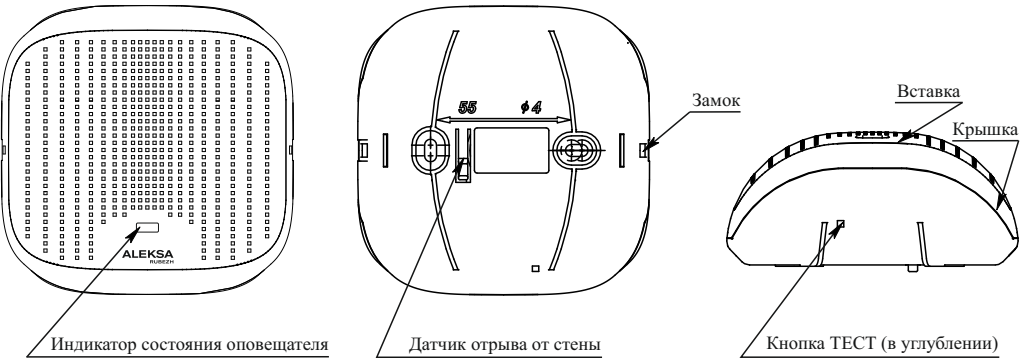

Рисунок 3 – Внешний вид оповещателя
- 5.7 Для информации о состоянии оповещателя предусмотрен оптический индикатор (рисунок 3). Режимы индикации приведены в таблице 2.